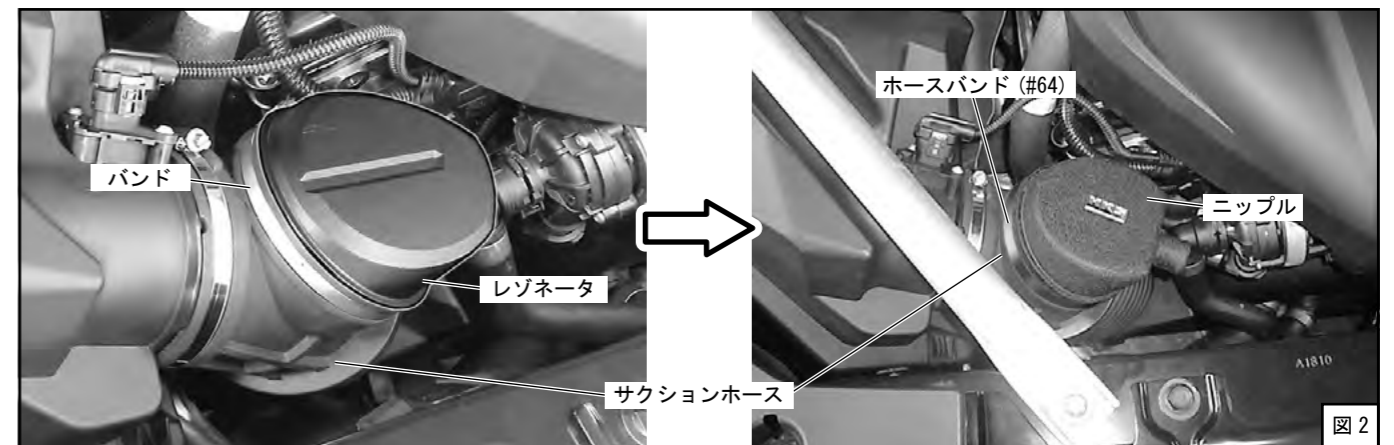

図2
(2) バンドのかしめを外し、サクションホースからレゾネータを外し、ニップルを取付けてください。(図2)